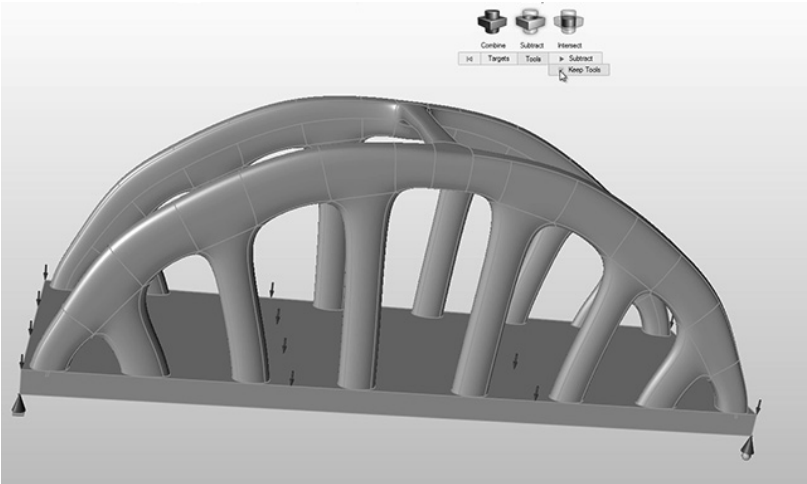

图 15-40
5) 单击操作栏上的减去，然后选择保留工具选项，如图 15-40 所示。